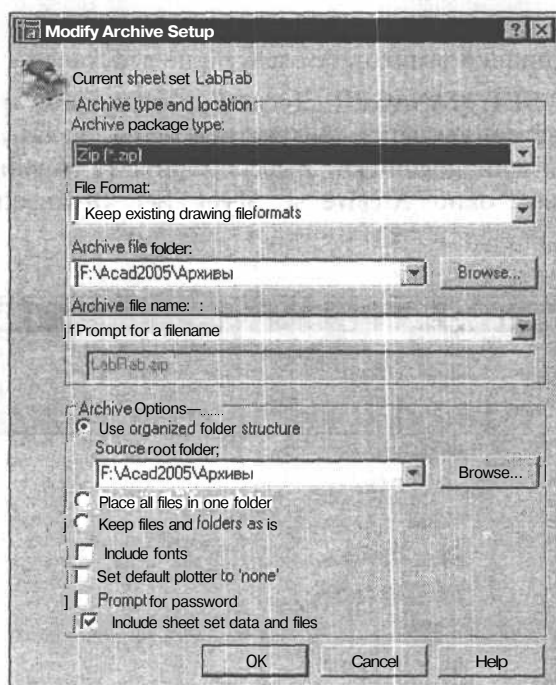

Рис. 20.22. Диалоговое окно для настройки параметров архиватора
3. Для изменения параметров архиватора щелкните на кнопке **Modify Archive Setup** (Изменить настройки архиватора) и после появления диалогового окна с таким же названием (рис. 20.22) выполните в нем необходимые изменения параметров архиватора, который упакует подшивку в файл меньших размеров.